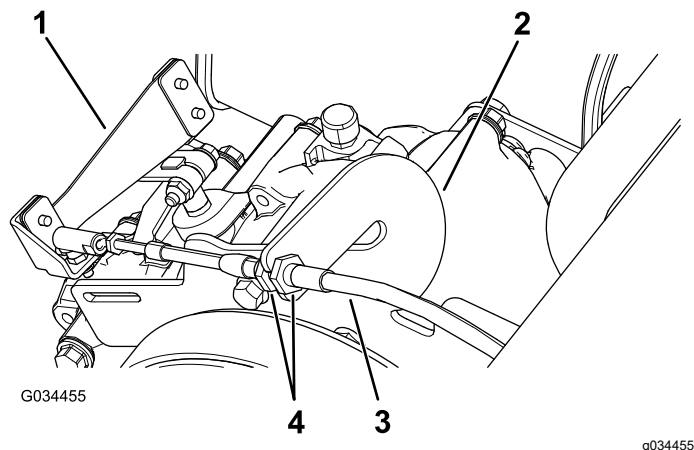

Рисунок 60
1. Ослабьте контргайки на тросе переключения передач и отрегулируйте их при необходимости (Рисунок 60).
2. Проверьте положение переключения передач, повернув рычаг переключения передач в три различных положения и проверив правильность перемещения рычага переключения передач (Рисунок 60) при их переключении; см. Рычаг и индикатор переключения передач (страница 13).